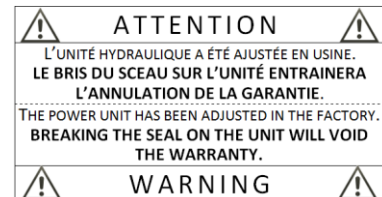

FIGURE 23 : ÉTIQUETTE ATTENTION SUR UNITÉ HYDRAULIQUE
6. ÉTIQUETTE ATTENTION SUR L'UNITÉ HYDRAULIQUE. VOIR **FIGURE 23**